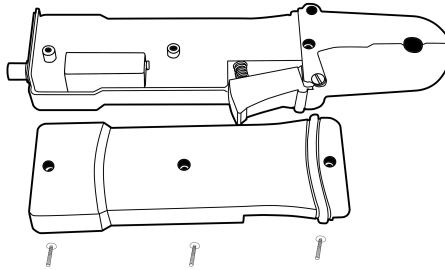

Abbildung 5: Einsetzen der Batterie
- (1) Die Sonde soll vom Stromkreislauf entfernt werden.
- (2) Öffnen Sie das Batteriefach, lösen und entfernen Sie die Schrauben auf der Rückseite der Sonde. Open the battery compartment by loosening and removing the three screws on the back of the probe. Dann entfernen Sie die Rückabdeckung.
- (3) Unter Beachtung der Polarität befestigen Sie die neue Alkali Batterie an den Anschlussknöpfen, dann setzen Sie die Batterie in das Batteriefach ein, wie in Abbildung 5 dargestellt.
(4) Die Abdeckung wird wieder eingesetzt und die drei Schrauben werden wieder leicht angezogen.